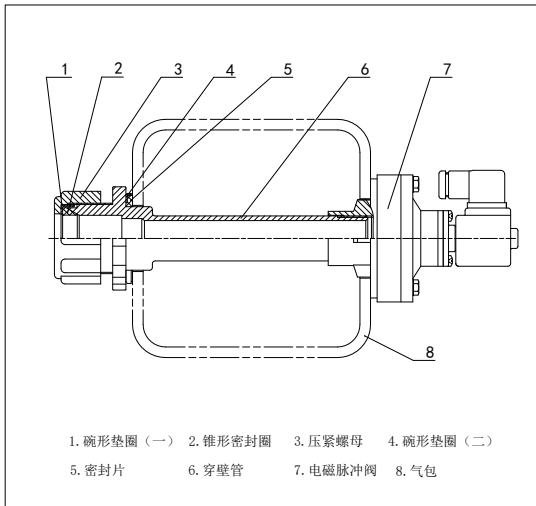

图27 FAP-B-1型安装图
2. 安装 FAP-B-1 型分气箱（气包）式穿壁连接器时，先将穿壁管螺纹一端套好碗形垫圈和密封圈，然后穿过分气箱（气包）与另一侧的 Y 型电磁脉冲阀阀体螺纹连接。使 Y 型阀与穿壁器定位。并使分气箱内外密封。穿壁管输出端内孔穿过相应的管道（喷吹管），管道外套上锥形密封圈和碗形垫圈，拧紧压紧螺母，使锥形密封圈嵌入管道外侧和穿壁内侧之间而保持密封，见图 27 所示。